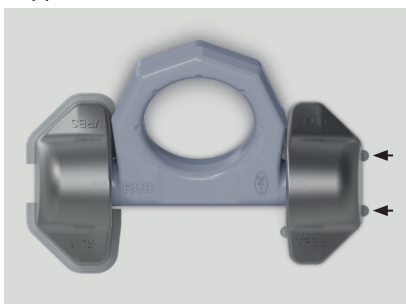

Abb. 3: Anheften im Bereich der Distanznoppen
- Die Distanznoppen am Anschweißklotz dienen als Abstandsmaß für den notwendigen Luftspalt (ca. 3 mm) zur Wurzelschweißung. Diese dürfen nicht entfernt werden (vgl. Abb. 3)!